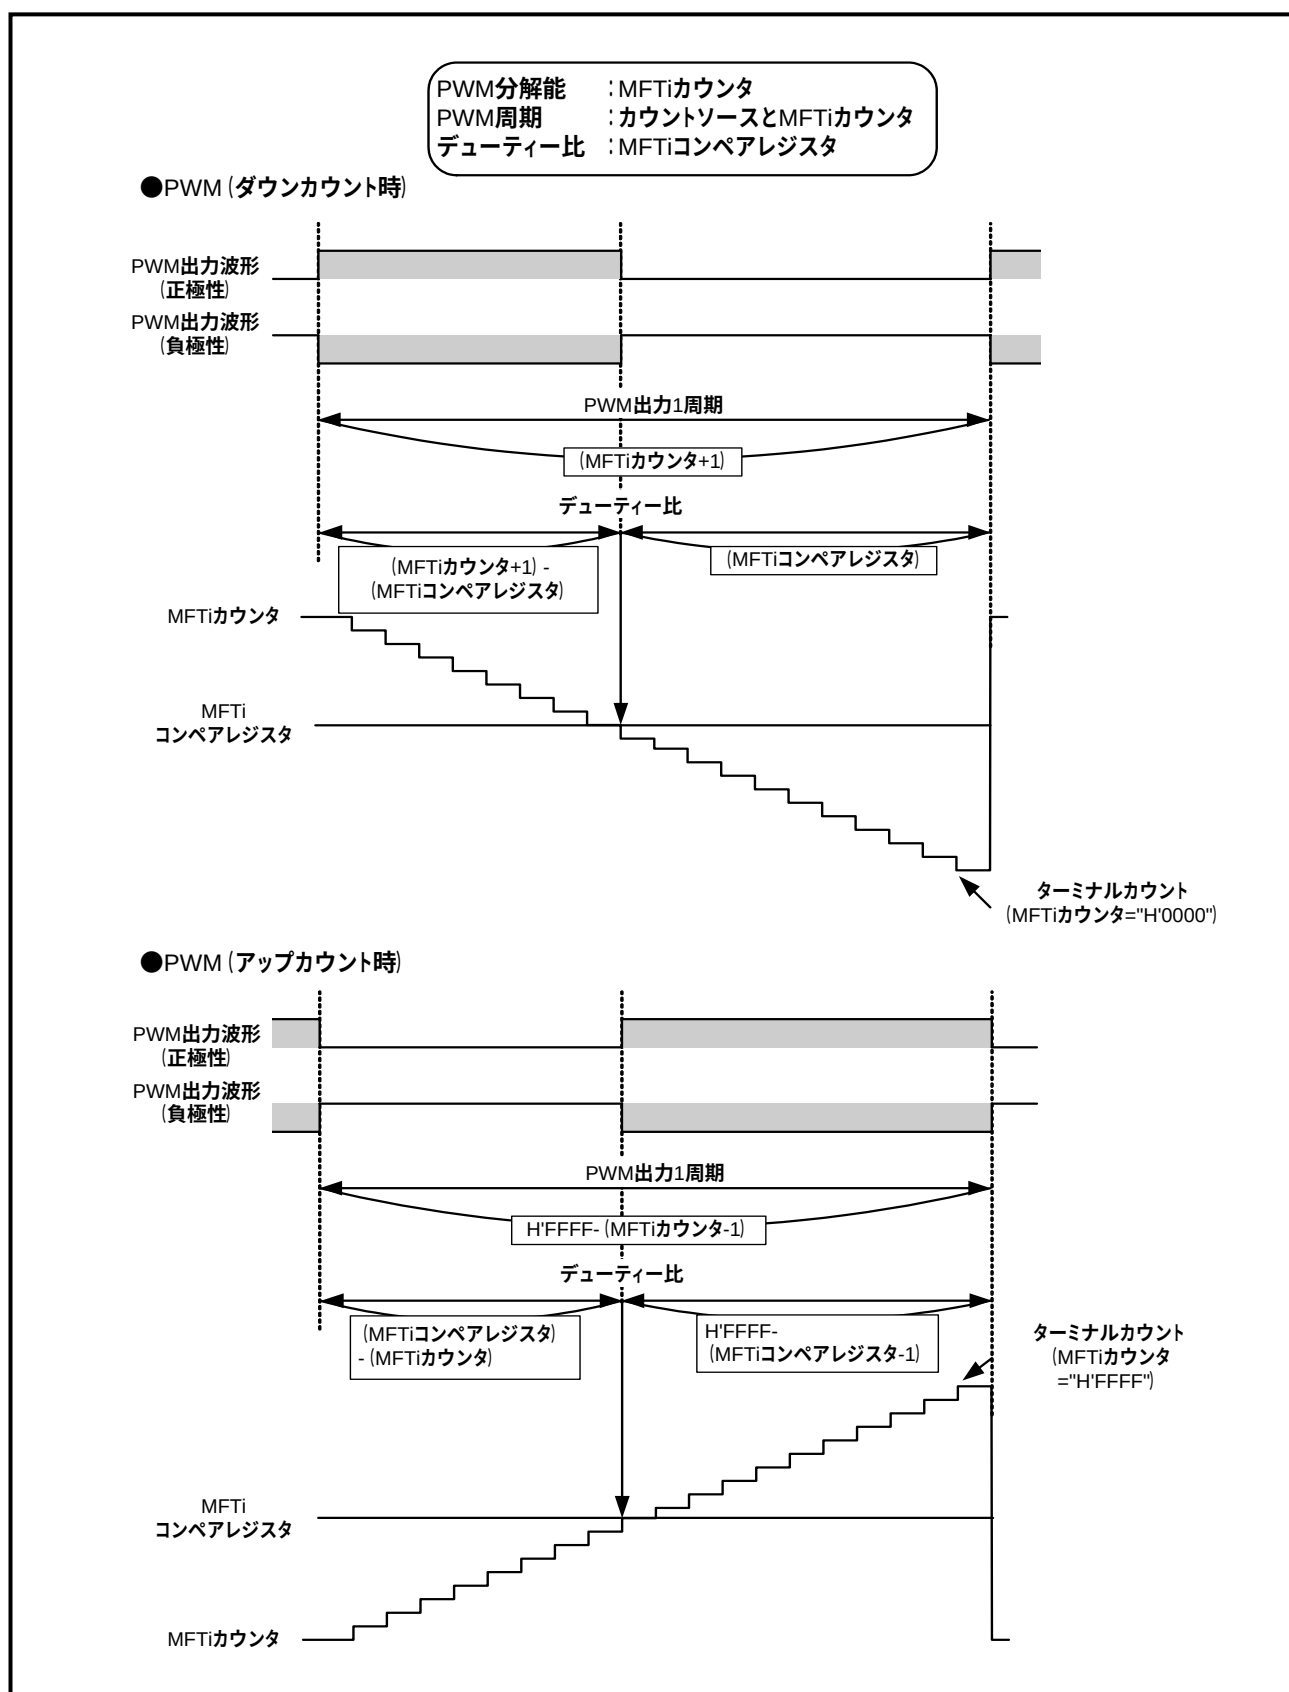

図12.3.7 PWM波形出力タイマ時のMFTiの動作
- 図12.3.7にPWM波形出力タイマ時のMFTiの動作を示します。